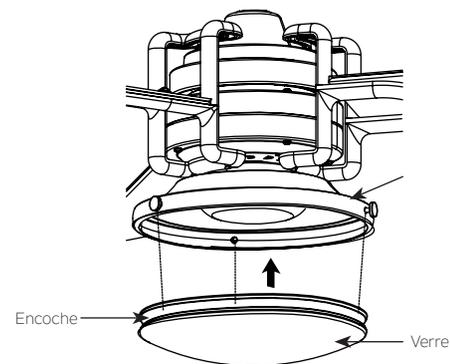

Fig. 23
Étape 4. Soulevez le globe qui le permet contre le boîtier du commutateur, assurez-vous que la vis est placée à l'intérieur de l'encoche en verre. (Fig. 23)